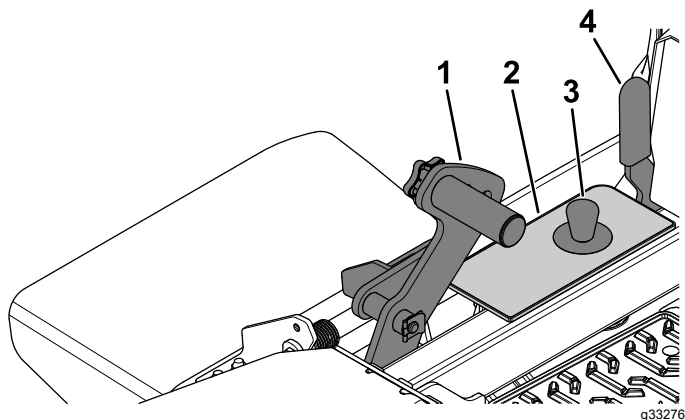

Figura 30
1. Presione el pedal de elevación de la carcasa hacia adelante del todo para bloquear la carcasa de corte en la posición de TRANSPORTE (que es también la posición de altura de corte de 140 mm (5½")), como se muestra en la Figura 30.
2. Para ajustar la altura de corte, retire el pasador del soporte de altura de corte (Figura 30).
3. Seleccione el orificio del soporte de altura de corte que corresponde a la altura de corte deseada, e inserte el pasador (Figura 30).